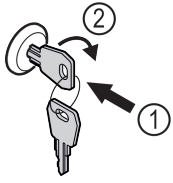

Fig. 167 Atvaizdo pavyzdys
- ▶ Įspauskite raktą Fig. 167 (1).
- ▶ Pasukite raktą 90° pagal laikrodžio rodyklę Fig. 167 (2).